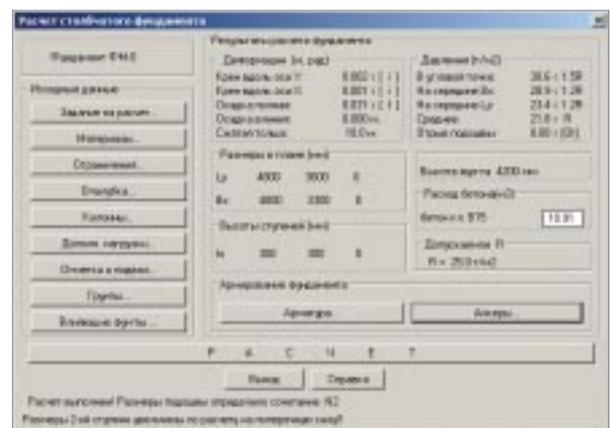

Рис. 53
- Расчет, проектирование и вычерчивание отдельного фундамента под двоянные и одиночные железобетонные или металлические колонны произвольного положения и ориентации в плане – в режиме прямой или обратной задачи (рис. 53, 54).